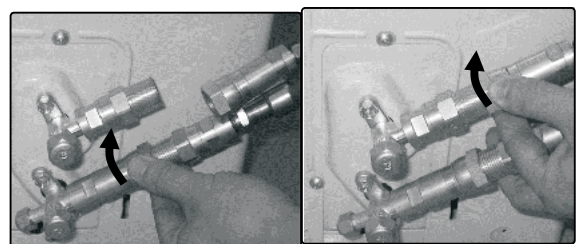

Fig.22
3. Alinee los tubos refrigerantes correctamente con las válvulas, asegúrese que no estén muy apretadas. Coloque el conector de tornillo en la línea del refrigerante justo en la hebra de la unidad exterior y apriete las primeras hebras con la mano. Fig. 22.